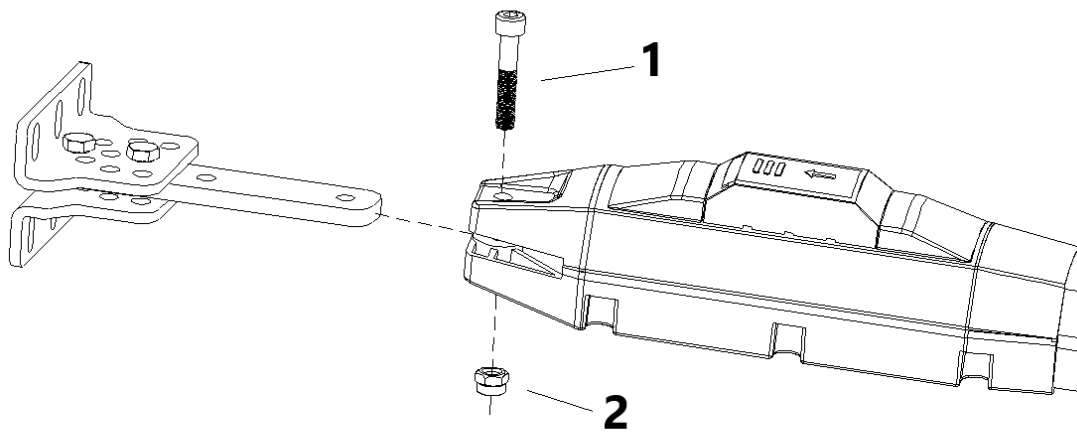

Figura 8
D) Conectați mașina principală cu consolele de conectare cu șurub și piuliță, așa cum se arată în Figura 8.